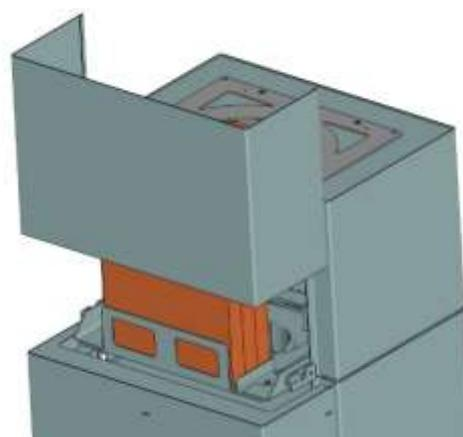

Fig. 15 : panneau du module accumulateur de chaleur
Insérer les pierres accumultrices gauches et droites (3 par côté) (6). Il faut ensuite insérer le support de pierres accumultrices (7) à l'avant et y placer les 3 pierres accumultrices (8). Remonter alors le panneau du module accumulateur de chaleur (voir Fig. 15).